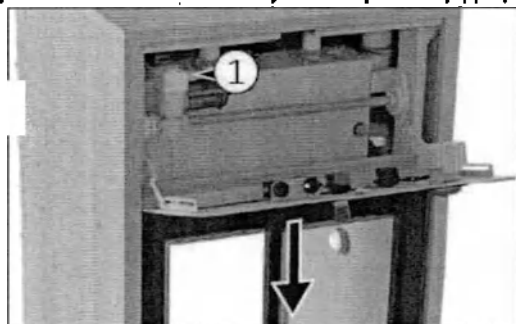

Рис. 12
- 4) Прижимая руку к дверце, вытащите вилку из электромотора дверей и поверните штифт (1 Рис. 12) по часовой стрелке, чтобы ослабить его.
- 6) Для повторного подключения автоматической дверной системы необходимо снова вкрутить винт (1 Рис. 12), слегка перемещая дверцу вправо и влево для выравнивания системы.